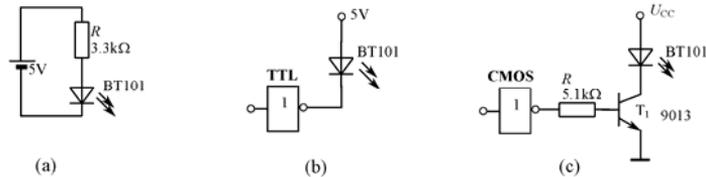

图 2.6.6 普通单色发光二极管的典型应用电路
① **普通单色发光二极管**：普通单色发光二极管具有体积小、工作电压低、工作电流小、发光均匀稳定、响应速度快、寿命长等优点。可用各种直流、交流、脉冲等电源驱动发光。它属于电流控制型半导体器件，使用时需要串接合适的限流电阻。普通单色发光二极管的典型应用电路如图 2.6.6 所示。